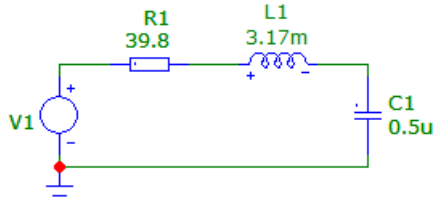

Рис. 2.1. Схема колебательного контура в программе Micro-CAP
2.2. Постройте на экране дисплея схему последовательного колебательного контура, приведенную на рис. 2.1, задайте значения параметров элементов согласно номеру варианта и табл. 2.1.